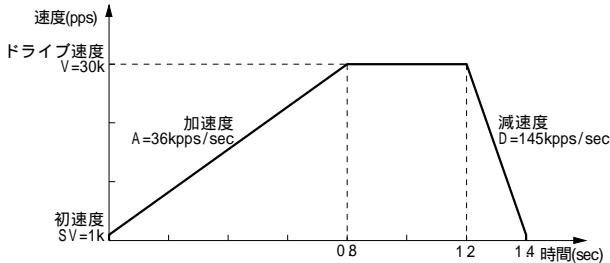
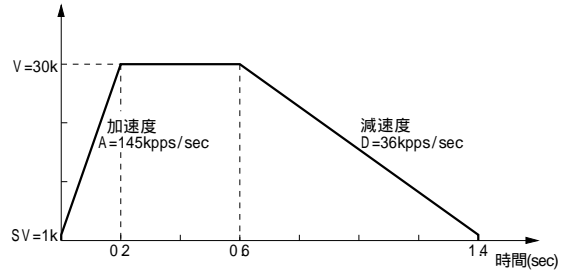

図2.10 非対称直線加減速ドライブ (加速度 < 減速度)
図2.11 非対称直線加減速ドライブ (加速度 > 減速度)
本ICは、このように加速度と減速度の異なる非対称直線加減速の定量ドライブにおいても自動減速させることができます。あらかじめ計算によってマニュアル減速点を設定しておく必要はありません。図2.10は、加速度より減速度が大きい例、図2.11は減速度より加速度が大きい例ですが、このような非対称の直線加減速においても、出力パルス数Pと、各速度パラメータ値から減速開始点をIC内部で算出します。
- ・ 加速度 > 減速度 (図2.11) の場合、加速度と減速度の比率に次のような条件があります。
- ・ 加速度 > 減速度 (図2.11) の場合、加速度 A と減速度 D の比率が大きくなればなるほど引きずりパルスが多くなります (A / D = 10 倍で最大 10 パルス程度)。引きずりパルスが問題になる場合には、初速度を上げる、加速カウンタオフセットにマイナス値をセットする、等で対処します。